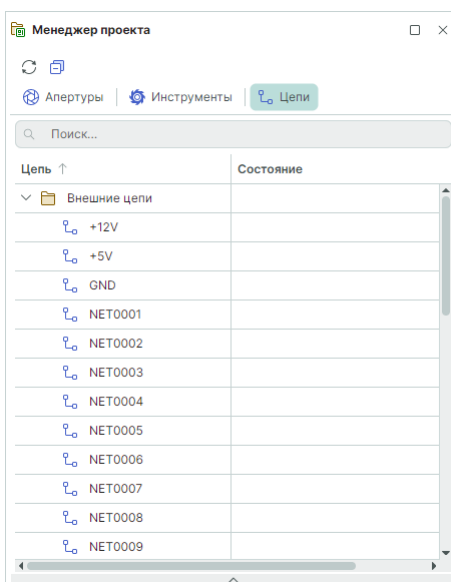

Рис. 39 Вкладка «Цели»
3. Вкладка «Цепи» содержит электрические цепи проекта производства, см. Рис. 39.